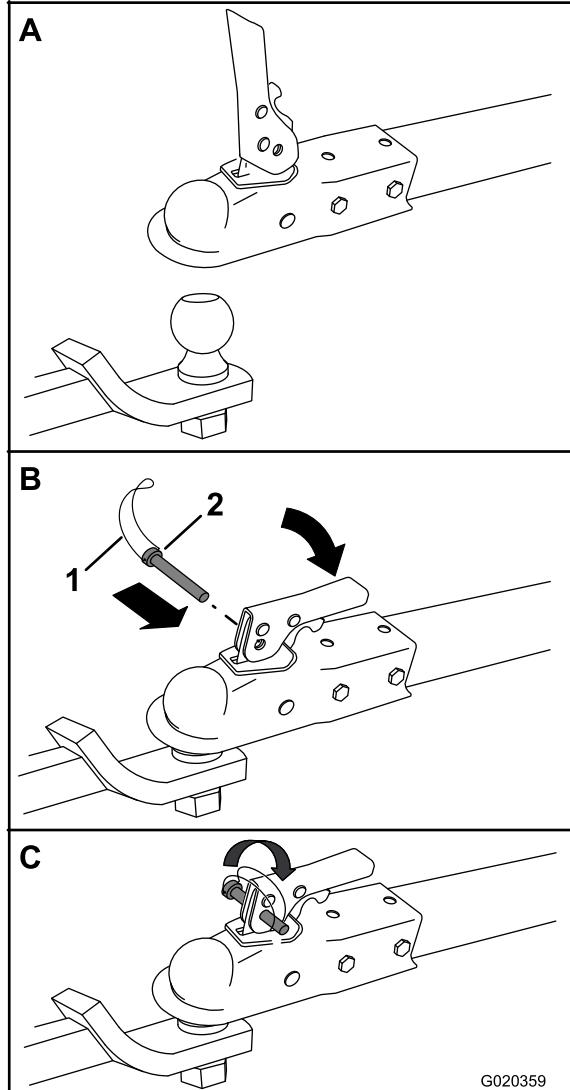

Figura 16
- Abra la palanca del acoplamiento (Figura 16).
- Posicione el acoplamiento sobre la bola de enganche (Figura 16).
- Cierre la palanca del acoplamiento (Figura 16).
- Abra el seguro del pasador de seguridad e introduzca el pasador a través del taladro del acoplamiento (Figura 16).
- Gire el extremo libre del seguro sobre el extremo del pasador de seguridad que sobresale del acoplamiento (Figura 16).